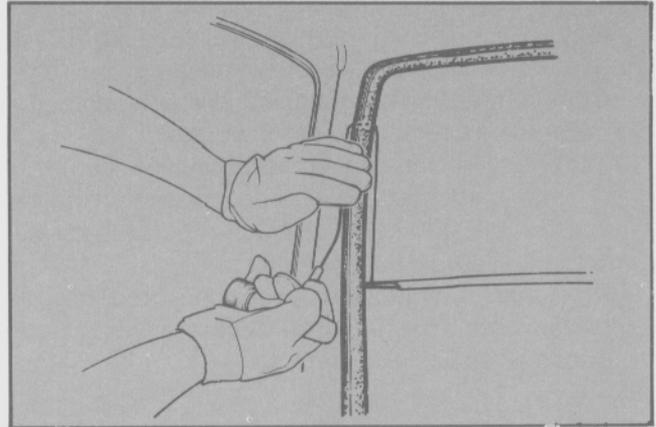

Fig. 36 - Colocación de la herramienta espeicla T84G-42084-BAS.
- Introducir el extremo de sujeción de la herramienta en el adhesivo, a modo de punto de apoyo, a 20-25 cm del lugar por donde se introdujo el cable de corte (Fig. 36).
- A continuación, un operario sostendrá el extremo de sujeción de la herramienta desde el interior del vehículo, mientras que un segundo operario tira del mango de sujeción desde el exterior. Esta acción debe realizarse uniformemente, con la finalidad de lograr un corte suave a través del adhesivo y manteniendo con la mano libre el cable de corte pegado al borde del cristal (Fig. 36).